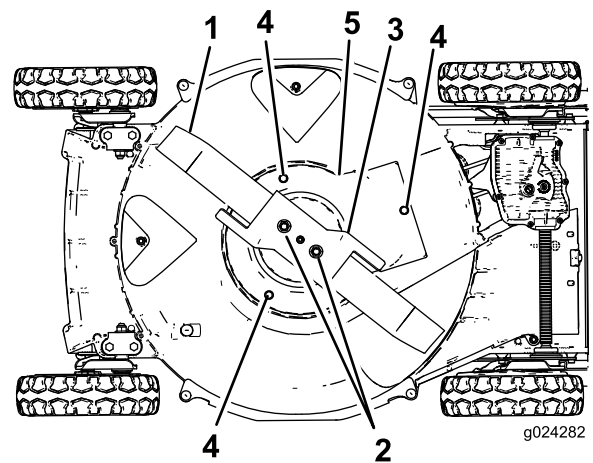

Bild 38
6. Entfernen Sie die zwei Messermuttern, das Gaspedal und das Messer (Bild 38).
7. Entfernen Sie die Schrauben, mit der das Schutzblech der Messerbremse am Mähergehäuse befestigt ist (Bild 38).